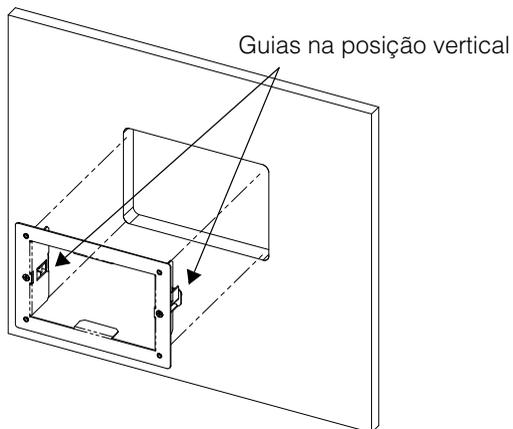

Figura 2-4 Instalação da Placa de Montagem
3. Insira a placa de montagem com as duas guias em uma posição vertical dentro do orifício (consulte Figura 2-4).